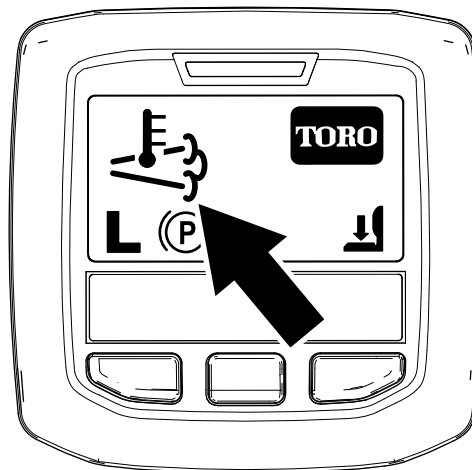

Figura 38
- O ícone da temperatura de escape elevada surge no InfoCenter (Figura 38).